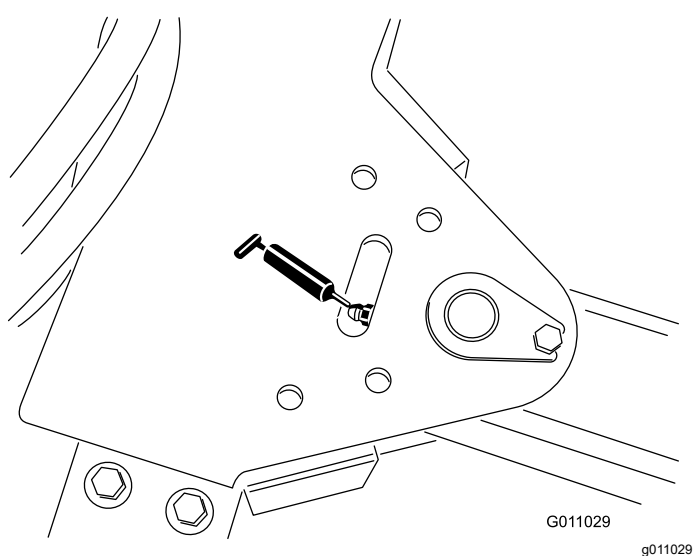

Figura 37
- Articulação do garfo de engate (1) (Figura 37)